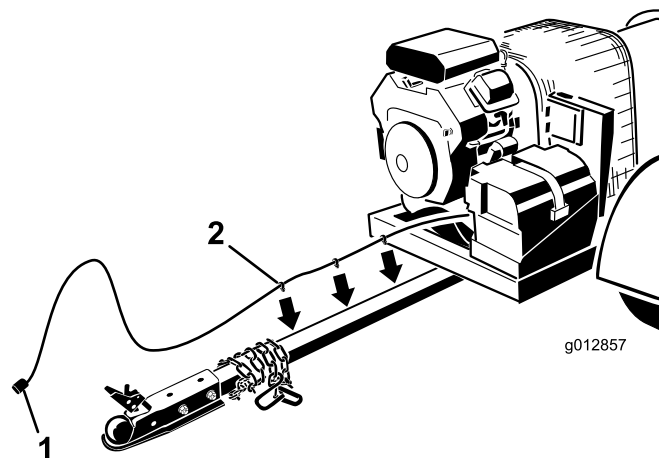

図 10
3. ワイヤ・ハーネスヒッチ・チューブの右側に沿って配線する（図 10）。
4. ハーネス・クリップを、ヒッチ・チューブの側面の穴に差し込んで固定する（図 10）。